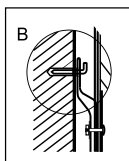

Рис. 11
2. Определите точки для отверстий под распорные болты с крюками (определяются в соответствии со спецификацией прибора, который вы выбрали). Просверлите в стене два отверстия соответствующей глубины с использованием сверла, подходящего по размеру под распорные болты, прилагаемые к водонагревателю, вставьте винты, поверните крюк вверх, плотно затяните гайки и затем повесьте электрический водонагреватель на эти крюки (см. Рис.11).